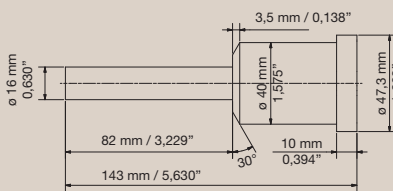
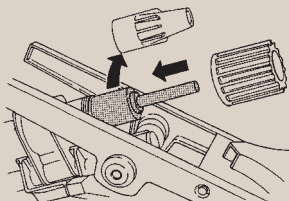

Fig. 1
Fig. 2
- 1) Mount the gauge in place of the nozzle, Fig. 2.
2. The gauge can be tooled according to the dimensions given in Fig. 1.
- 1) An Stelle der Düse die Lehre montieren, Fig. 2.
2. Die Lehre kann an Hand der Skizze Fig. 1, einfach selbst hergestellt werden.
- 1) Montare la dima al posto del bocaglio, Fig. 2.
2. La dima può facilmente essere tornita come da Fig. 1.
- 1) Monter le calibre à la place de la buse, Fig. 2.
2. Le calibre peut être construit selon les dimensions indiquées sur la Fig. 1.
- 1) Monte el calibrador en lugar de la boquilla, Fig. 2. Se puede fabricar el calibrador segundo las dimensiones indicadas en la Fig. 1.
- 1) Monte o calibrador no lugar do bocal (fig. 2). O calibrador pode ser usinado de acordo com as medidas apresentadas na fig. 1.